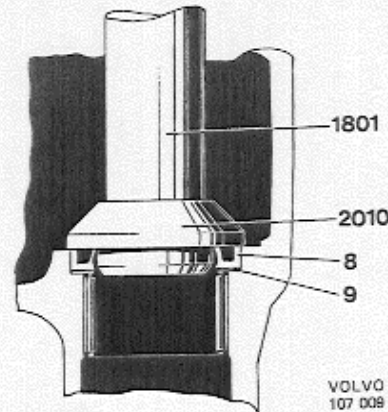

Abb. 119 Einpressen des oberen Wellendichtringes, Segmentwelle
10. Lenkgehäuse (51) mit dem gehäusehals nach unten zeigen in den Schraubstock spannen. Anlaufscheibe (8) in das Gehäuse legen. Oberen Dichtring (9) für die Segmentwelle mit der Dichtlippe nach oben in das Gehäuse pressen. Dazu den Dorn 2010 mit Standardschaft 1801 verwenden, s. Abb. 119.